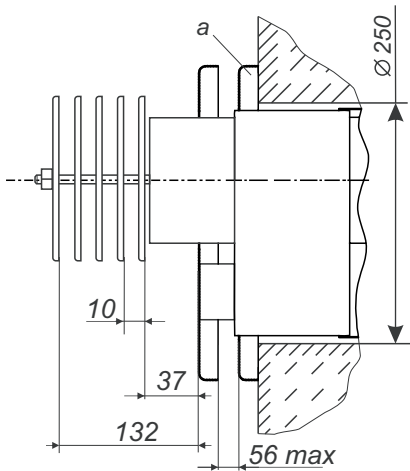

Рис. 3. Установка дисков дымовоздушного блока для изделий мощностью 10-15 кВт.
1 - входной патрубок подвода воды во второй контур; 2 - газовый клапан; 3 - термоиндикатор; 4 - стаканчик для установки баллона терморегулятора и термоиндикатора; 5 - датчик перегрева; 6 - выходной патрубок второго контура; 7 - патрубок подключения газа; 8 - дымовоздушный блок (подробнее рис.3, 5, 5а); 9 - патрубок отвода воды в систему отопления; 10 - место установки ТЭНа (ТЭН в комплектацию котла не входит); 11 - патрубок подачи воды из системы отопления; 12 - смотровое окно; 13 - запальная горелка; 14 - основная горелка
6.3.1. В наружной стене здания, согласно рис. 2, пробить горизонтальный канал диаметром 190 мм для изделий мощностью 5-7 кВт или 250 мм для изделий мощностью 10-15 кВт (рис. 3, 5). При этом необходимо учитывать, что для обеспечения установки и снятия котла, а также для снятия и установки газогорелочного устройства перед фронтом котла на расстоянии **не менее 1 м от стены** не должно быть никаких строительных элементов или стационарно установленного оборудования.
Для изделий мощностью 10-15 кВт на выступающий газоход наружный установить набор дисков, закрепить диск "а" к наружной стене и отрегулировать их (рис.3).